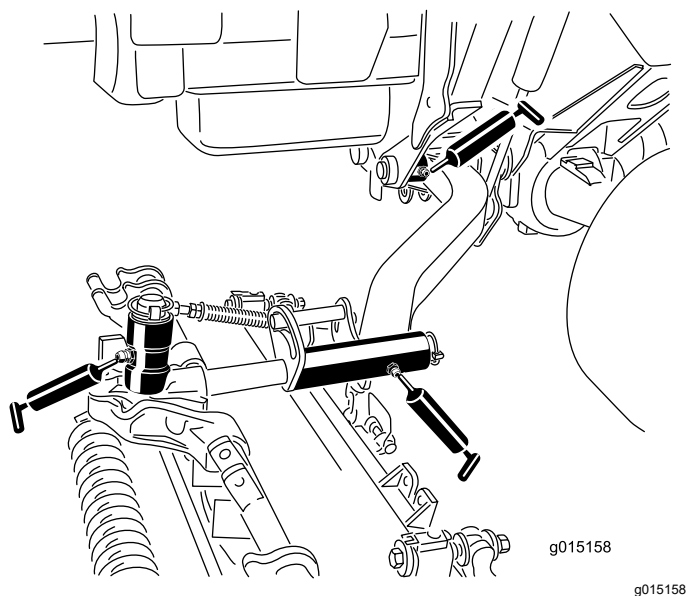

図 52
- 昇降アームのピボットブッシュカuttingユニット 1 台に 1 ヶ所 図 52
- カuttingユニットのキャリアフレームカuttingユニット 1 台に 2 ケ所 図 52
- 昇降アームのピボットカuttingユニット 1 台に 1 ケ所 図 52